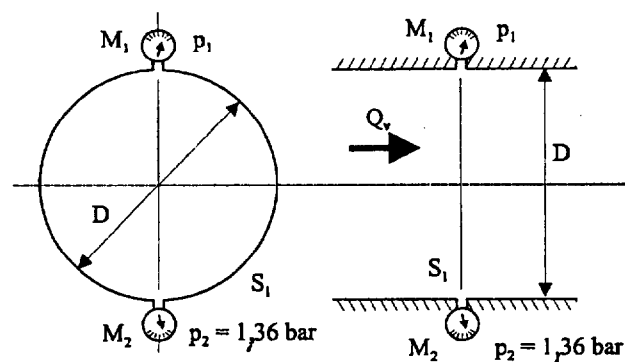

Figure 1
1. Dans le section droite S_1 , on branche deux manomètres M_1 et M_2 comme schématisé sur la figure 1. On lit une pression relative $p_2 = 1,36 \text{ bars}$, quelle est la pression p_1 relative indiquée par le manomètre M_1 ? Que vaut alors la pression absolue ?